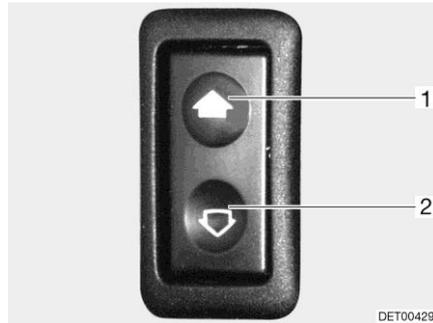

Fig. 32 Interrupteur pour lève-vitres électriques
- Ouvrir : ■ Pousser l'interrupteur vers le bas (Fig. 32,2).
- Fermer : ■ Pousser l'interrupteur vers le haut (Fig. 32,1).